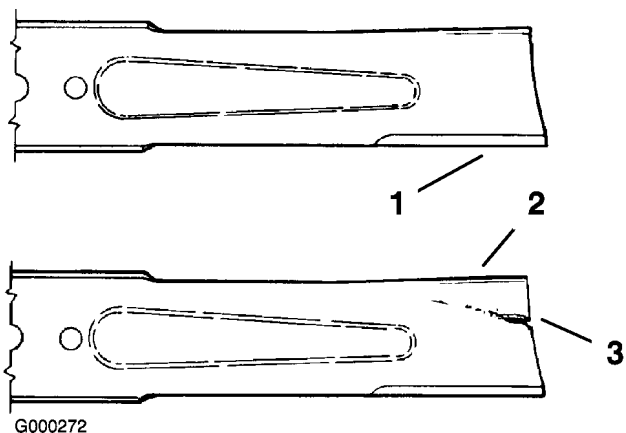

Figure 61
1. Examinez le tranchant des lames (Figure 61). Si les lames ne sont pas tranchantes ou si elles présentent des indentations, déposez-les et aiguisiez-les (voir Aiguisage des lames).
2. Inspectez les lames, surtout la partie incurvée (Figure 61). Remplacez immédiatement toute lame endommagée, usée ou qui présente une entaille (Figure 61).